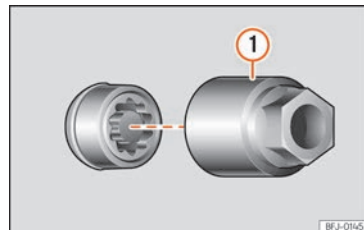

Abb. 189 Diebstahlhemmende Radschraube mit Abdeckkappe und Adapter
- Setzen Sie den Spezialadapter » (Abb. 189) ① (Bordwerkzeug » S. 255) bis zum Anschlag in die diebstahlhemmende Radschraube ein.